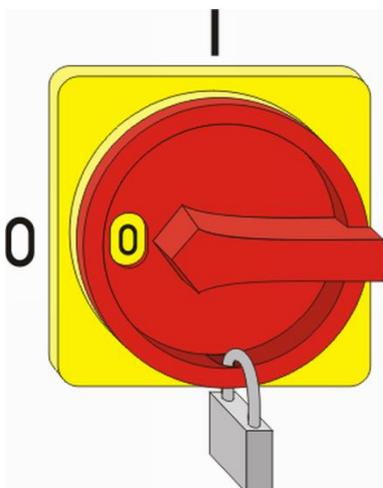

Abb. 47: Hauptschalter sichern
2. Hauptschalter gegen Wiedereinschalten mit einem Schloss sichern (Abb. 47).